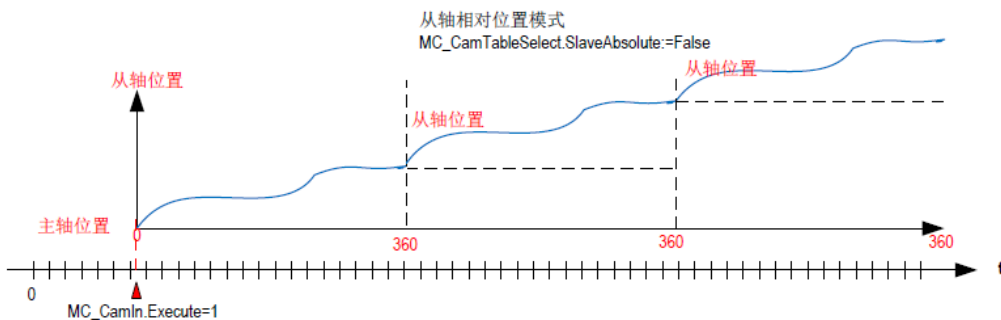

图 8-3 周期模式
2、 周期模式 (Periodic:=1): 凸轮表周期运行完毕后, 从轴又开始下一凸轮周期的运行, 直到用户程序命令其退出凸轮运行状态, 如图 8-3 所示: